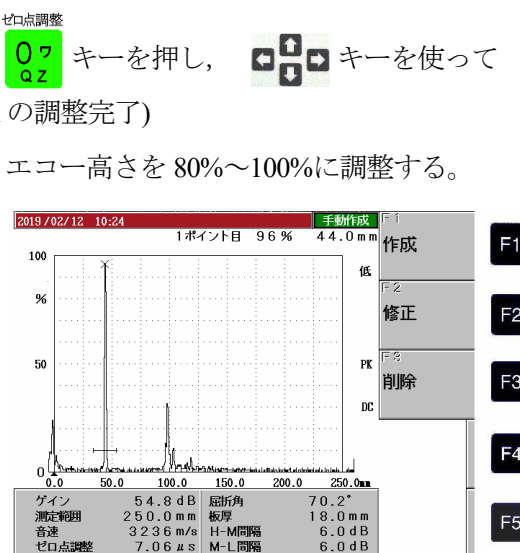
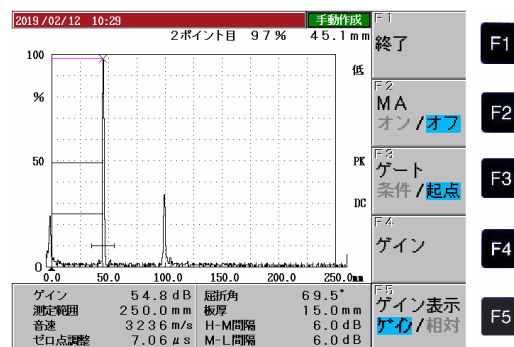

図 7 DAC 作成画面
図 8 DAC モードの画面
⑥STB-A2 φ4 \times 4 (φ4 \times 4) の 0.5S の最大エコーを検出し、エコー高さを 80%~100%に調整する。
⑦ **4**タ **GHI** キーを押して DAC モードに入ると、図 7 のように、作成、修正、削除が表示される。
⑧まず、 **F1** (作成)キーを押して作成モードに入る。作成モードでは、ゲートが表示される。 **0**フ **QZ** キーを使用して左右に移動させることができる。
⑨ **0**フ **QZ** キーを使用して 0.5S エコーにゲートを掛けるとエコーピークに×印が表示され、 **確定** キーを押すと 0.5S までの区分線が描かれる。(図 8 参照)